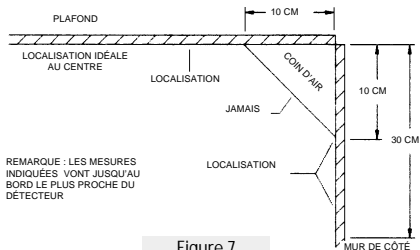

Figure 7
- Placez les avertisseurs de fumée aussi près que possible du centre du plafond. Si cela n'est pas possible, placez l'avertisseur au plafond, mais pas plus près de dix (10) cm (4 pouces) de tout mur ou coin. *Voir figure 7.*
- Si le montage mural est permis par vos codes locaux et provinciaux, placez des avertisseurs de fumée montés au mur entre 10 et 30 cm (4 et 12 pouces) du plafond. *Voir figure 7.*